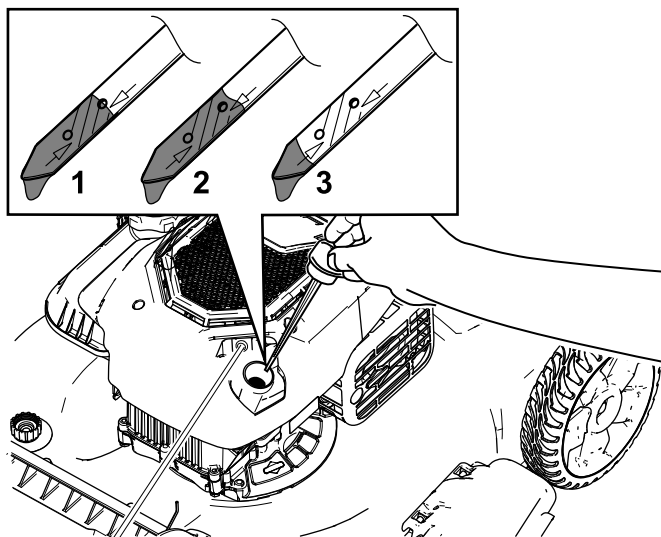

Figure 22
3. Tournez le bouchon dans le sens antihoraire et sortez la jauge (Figure 22).
10. Relevez le niveau d'huile indiqué sur la jauge (Figure 22).